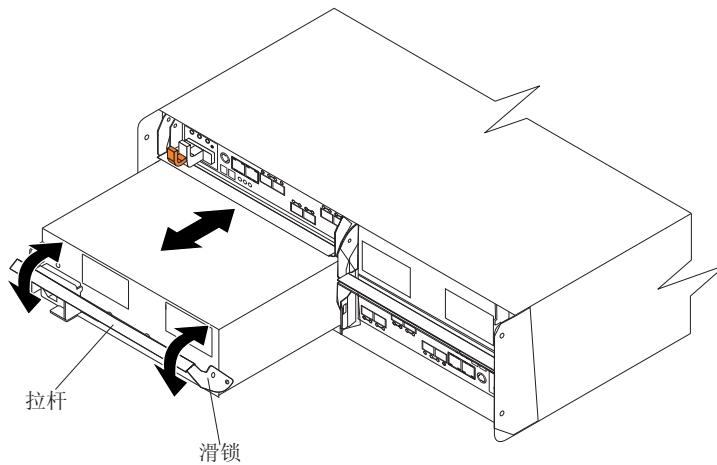

图 85. 重新安装电源和风扇单元
请使用以下过程更换交流电源和风扇单元。第 137 页的图 85 显示了如何卸下和插入部件。
11. 如第 137 页的图 85 中所示，慢慢地将拉杆从机箱拉出以卸下电源和风扇单元。